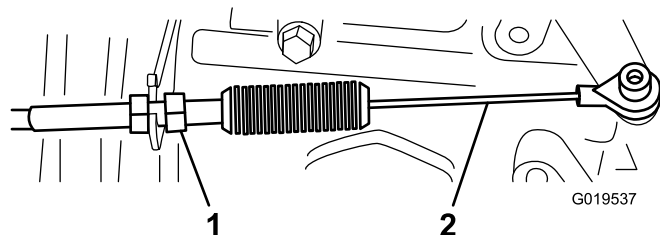
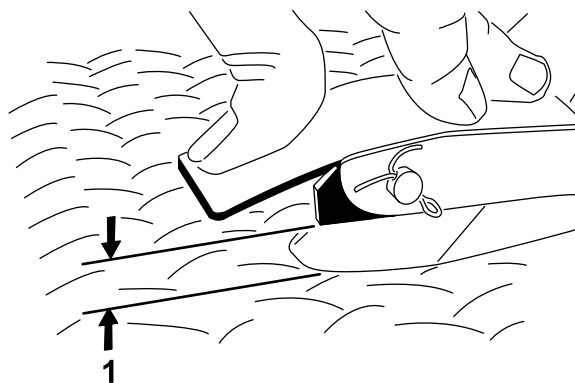

Figura 62
Figura 63
2. Ajuste la articulación esférica del cable del acelerador (Figura 62) hasta que haya de 2,54 a 6,35 mm de holgura entre el brazo del pedal del acelerador y el borde superior del dibujo a rombos de la chapa de suelo (Figura 63) al aplicar una fuerza de 11,3 kg al centro del pedal.
3. Apriete la contratuerca (Figura 62).